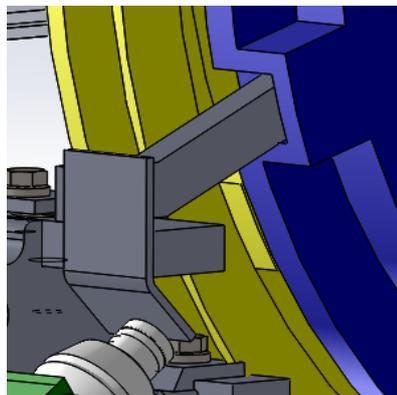

图 5
(1) 检查制动块是否在制动鼓的凹槽内, 如图 5。
要特别检查制动块是否在制动鼓的凹槽内(图 5)。
(2)上述步骤准备无误后，以检修速度使电梯上行，使绳制动分部件机械部分复位，此时应特别注意，制动块需卡在制动鼓的凹槽内，如图 5。